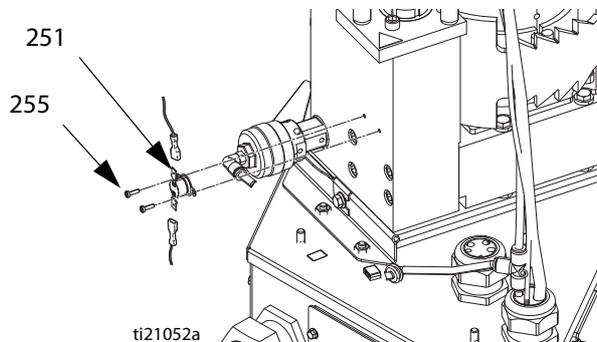

Рис. 38
12. Установите изоляторы (52, 53) на блок расплавителя (5).
13. Подключите проводные разъемы к реле (251) перегрева. См. Рис. 38 на стр. 58.
14. С помощью гаек (3) установите металлический кожух (27).
15. Вставьте трубку (36) для воздуха для клапана снятия давления в металлический корпус, а затем прикрепите эту трубку к клапану (245) снятия давления.
16. Установите переднюю дверцу (10) доступа на электрический блок (1).
18. Подключите все шланги с подогревом к выпускному коллектору (203) расплавителя.
10. Отключите проводные разъемы от реле (251) перегрева. См. Рис. 38 на стр. 58.
11. Вытяните кабель из электрического блока и выбросьте датчик (125) и провода.
1. Пропустите новый жгут проводов через прокладку (63) в верхней части электрического блока.
2. Подключите проводные разъемы к реле (251) перегрева. См. Рис. 38 на стр. 58.
3. Установите датчик (125) температуры ленточного нагревателя в расплавитель.
4. Затяните винт (AA).